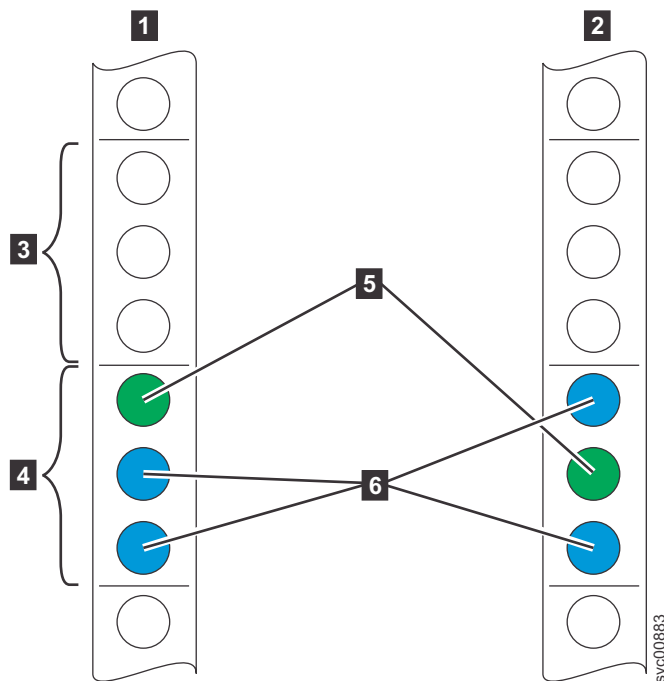

Figura 62. Identificando o espaço de rack
1. Selecione um espaço 2U disponível (dependendo do nó que você está instalando) em seu rack para instalar seu nó, conforme mostrado em Figura 62.